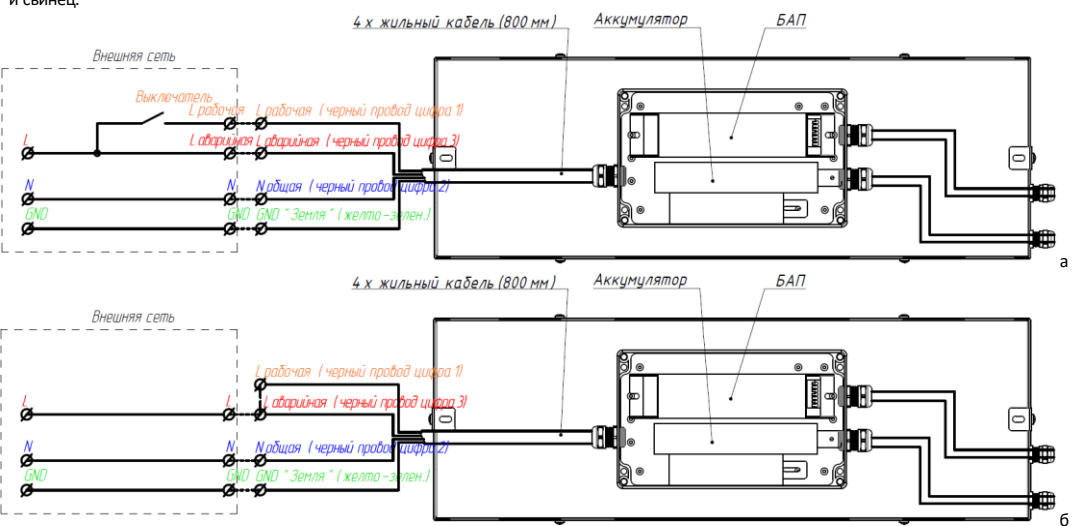

Рисунок 5 — Схема подключения аварийного светильника:
3) Если предполагается включать и выключать светильник в рабочем режиме, присоедините фазный рабочий провод (Лраб.) к клемме Лраб. через выключатель (см. рисунок 5, б). В данном случае возможно включение/отключение рабочего освещения через выключатель. В случае возникновения аварийного отключения электроэнергии светильник автоматически перейдет в аварийный режим при любом положении выключателя.